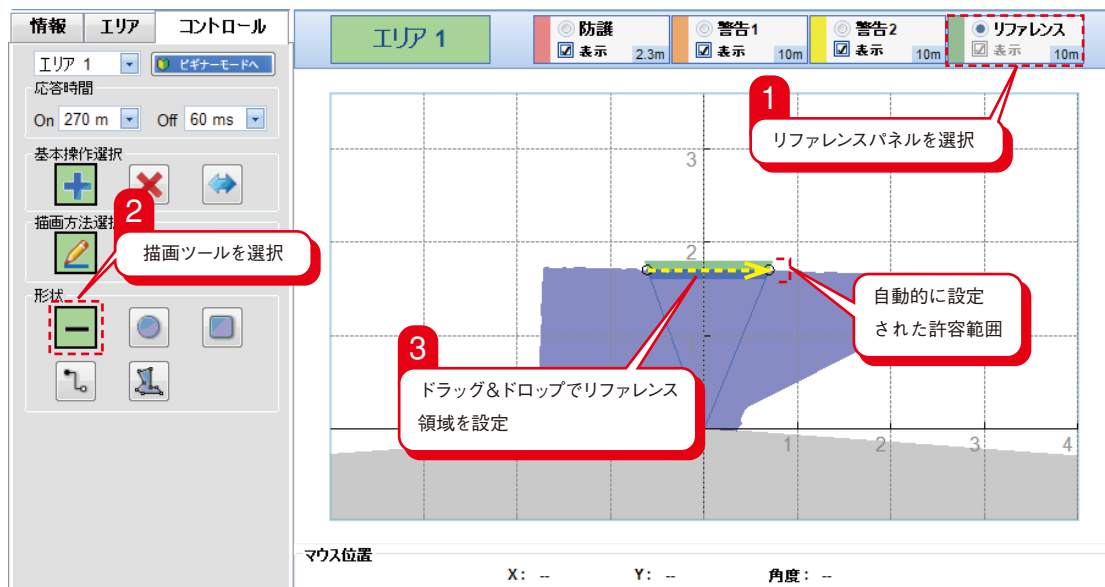

図7-46. リファレンス領域の設定
- h) 許容範囲は、図7-46に示すように自動的に設定されます。この許容範囲は緑色で表示されます。